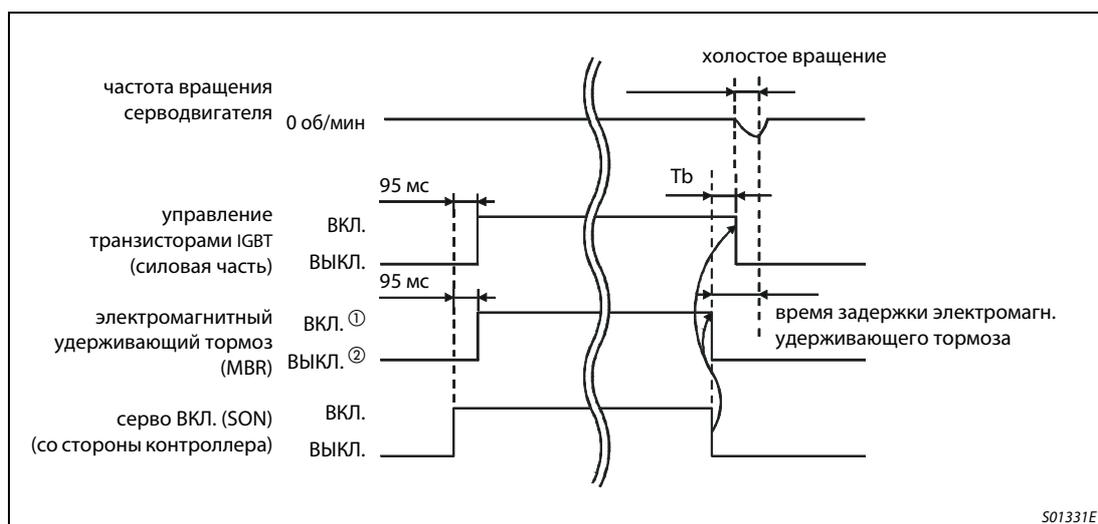

Рис. 3-37: Включение и отключение сигнала "Серво вкл." (со стороны контроллера)
- ① Установите параметр PA04 в $\square\square\square1$, чтобы активировать автоматическое включение электромагнитного удерживающего тормоза.
- ② С помощью параметра PC16 установите задержку (T_b) между включением электромагнитного удерживающего тормоза и отключением силовой части, приблизительно соответствующую задержке удерживающего тормоза (см. рис. 3-37).